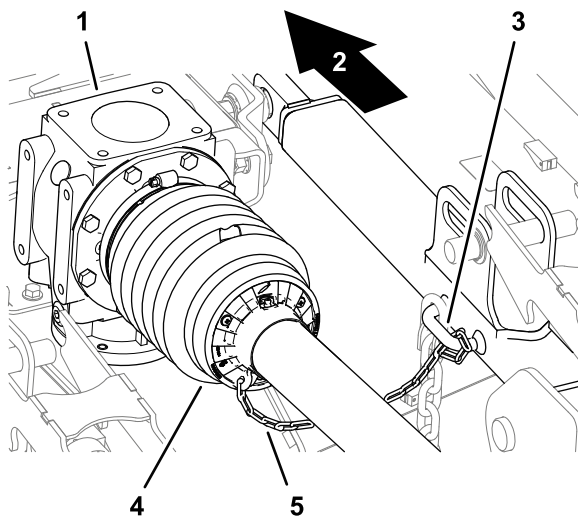

Bild 21
6. Prüfen Sie, ob die Rückhalteketten mit der hinteren Schutzabdeckung der Zapfwelle, der Schutzabdeckung der Antriebswelle und dem Rahmen des Mähers (Bild 18 und Bild 21) verbunden ist.